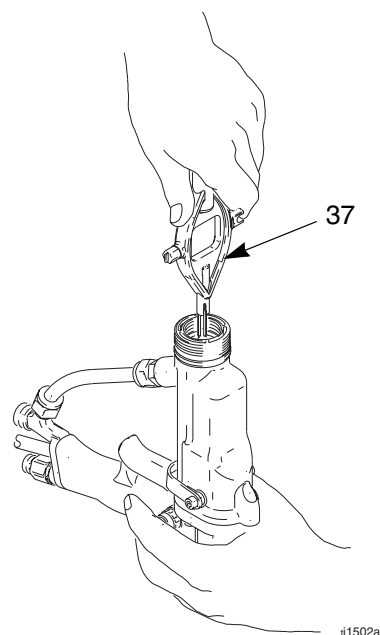

Fig. 12. Remplacement de l'électrode
3. Dévisser l'électrode (29) à l'aide de la clé multi-usage (37). Tenir l'extrémité de la tige de presse-étoupe (26h) pour l'empêcher de tourner, Fig. 12.